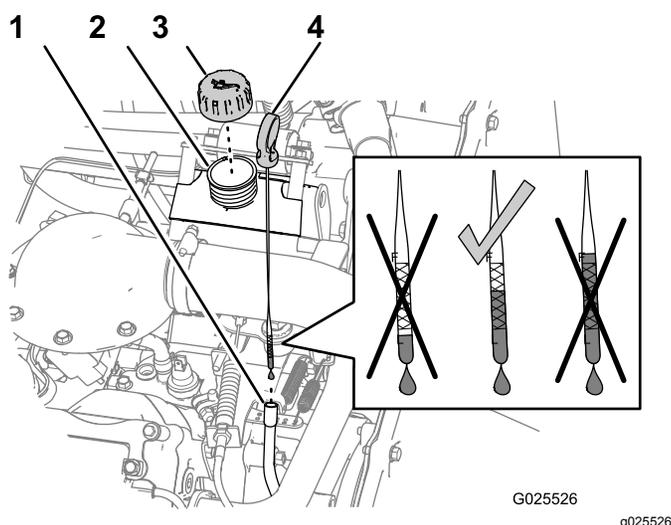

Рисунок 42
4. Выньте щуп и протрите его чистой ветошью (Рисунок 42).
6. Извлеките масломерный щуп и проверьте уровень масла (Рисунок 42).
7. Если уровень масла низкий, снимите крышку заливной горловины (Рисунок 42) и долейте столько масла, чтобы поднять его уровень до отметки Full (Полный) на масломерном щупе.
8. Установите крышку на заливную горловину (Рисунок 42).
9. Вставьте щуп до упора (Рисунок 42).